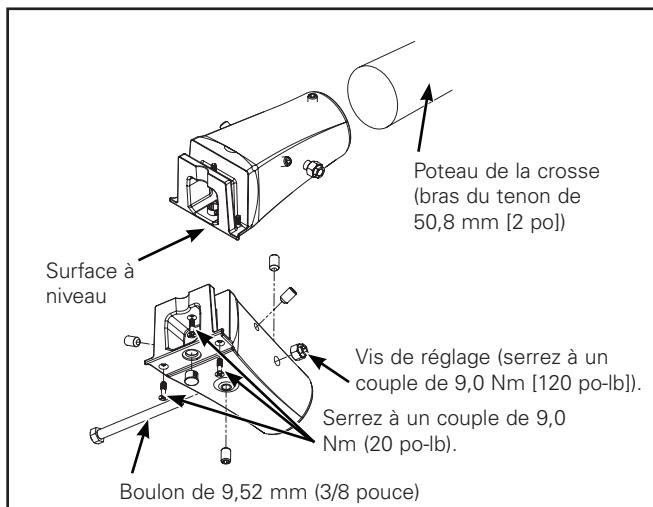
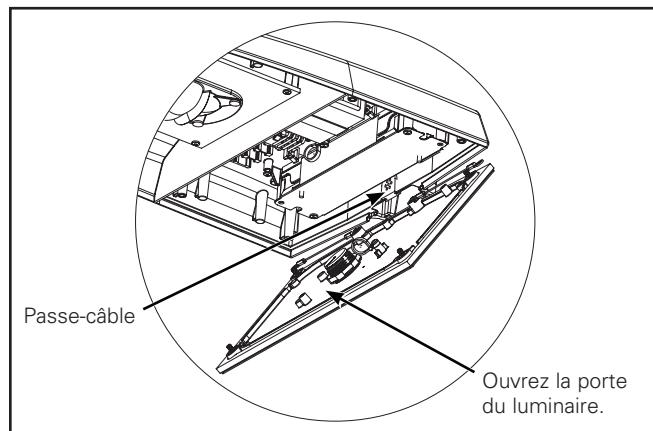

Figure 7.
Figure 8.
2. Secure the mast arm adapter to the mast arm with the (4) 3/8-16 x 3/8" set screws. Level the mast arm adapter while tightening the set screws. Torque to 120 in-lbs.
4. Open fixture door by loosening the (4) Phillips head screws (or thumb screws if supplied) on the door. (Figure 8.)
5. Remove wire grommet for fixture wires at the back of the fixture. (Figure 8.)
6. Fold fixtures wires and mast arm adapter wires out of the way and slide fixture on to the mast arm adapter. Tighten the three phillips head screws to 20 in-lbs. (2.3 N-M), and install the plastic plug over the center screw. (Figure 7.)
Montage de la crosse (Figure 7. et Figure 8.)
- Fixez l'adaptateur pour crosse à la crosse à l'aide des (4) vis de réglage de 3/8-16 x 3/8 po. Mettez l'adaptateur de la crosse à niveau pendant que vous serrez les vis de réglage. Serrez à un couple de 9,0 Nm (120 po-lb).
- Ouvrez la porte du luminaire en desserrant les (4) vis hexagonales (ou vis à ailettes si fournies) de la porte. (Figure 8.)
- Retirez le passe-câble qui se trouve à l'arrière du luminaire. (Figure 8.)
- Pliez les fils du luminaire et les fils de l'adaptateur de la crosse afin qu'ils n'obstruent rien et glissez le luminaire sur l'adaptateur de la crosse. Serrez les trois vis hexagonales à 2,3 Nm (20 po-lb) et installez la prise de plastique par-dessus la vis du centre. (Figure 7.)